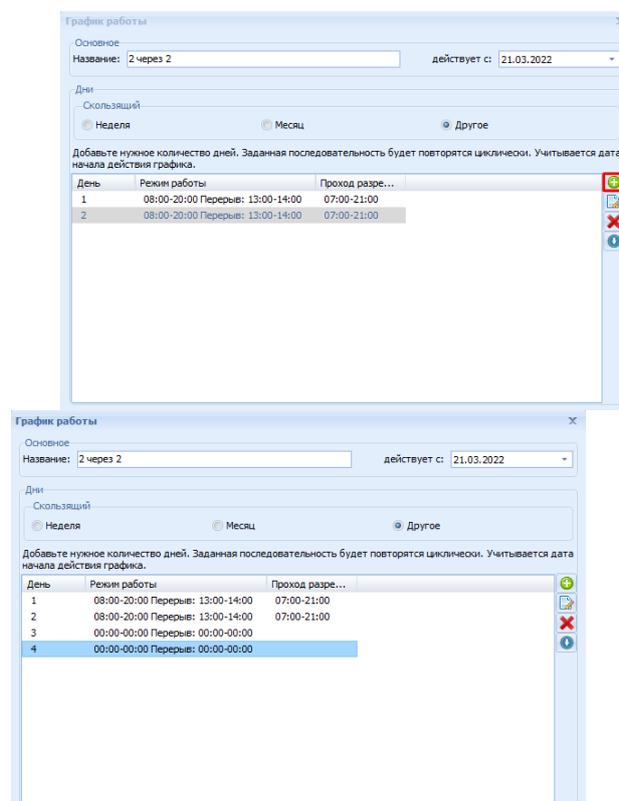

Рисунок 25.21 – График работы «2 через 2»
- Добавить следующие два дня с нулевыми значениями. Добавленная последовательность дней будет повторяться циклически (рисунок 25.21).